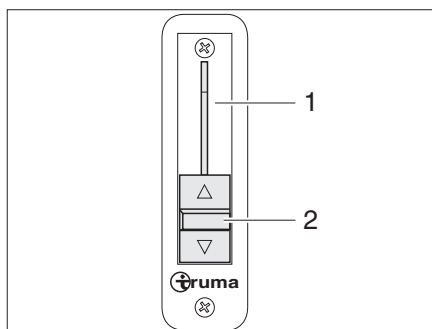

Fig. 26 Bloqueo de barra
El regulador de corredera (Fig. 26,2) para el bloqueo de barra (Fig. 26,1) está en la parte exterior izquierda en el salpicadero.
- Empujar la palanca (Fig. 26,2) totalmente hacia abajo. El bloqueo de barra está cerrado.